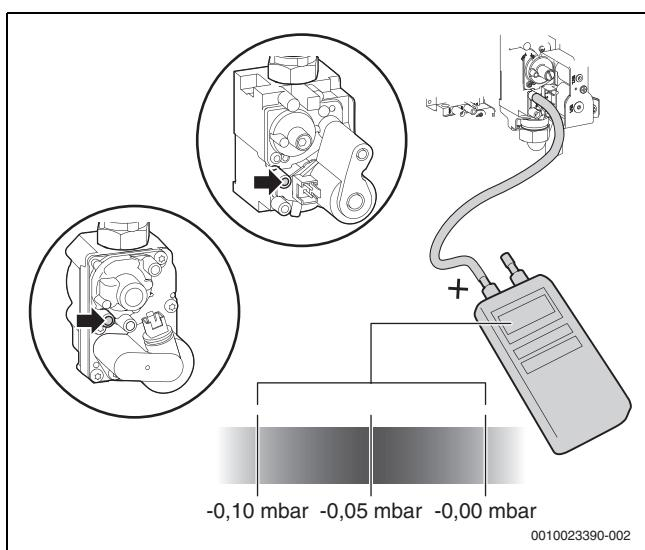

Bild 6 Differenzdruck messen
- Differenzdruck des Gasventils messen (→ Bild 6). Der optimale Differenzdruck beträgt -0,05 mbar.